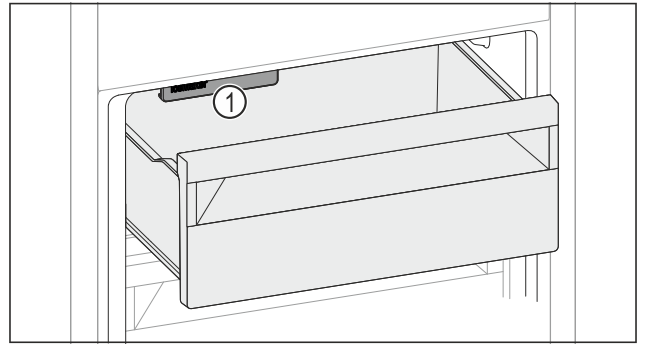

Fig. 155
- ▶ Coloque alimentos en el cajón. Si coloca alimentos en el lado izquierdo del cajón: ▶ Tenga en cuenta el IceMaker Fig. 155 (1).